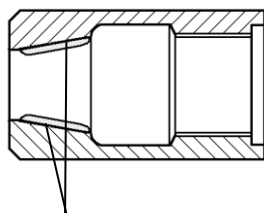

図7-4 グリス (厚さ 2~3mm)
(1) 分解・組立方法は、「7-2. 先端部品の清掃」の要領で行ってください。
(2) 組み付ける前にジョーケースの内側(ジョーと接する面)にグリスを十分に塗布して組み付けてください。(図7-4参照)